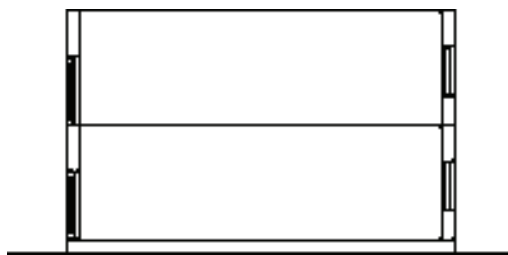

图 12-18 打开素材
1) 按〈Ctrl+O〉组合键, 打开配套光盘提供的“第 12 章/12.2.2 双线楼板.dwg”素材文件, 如图 12-18 所示。